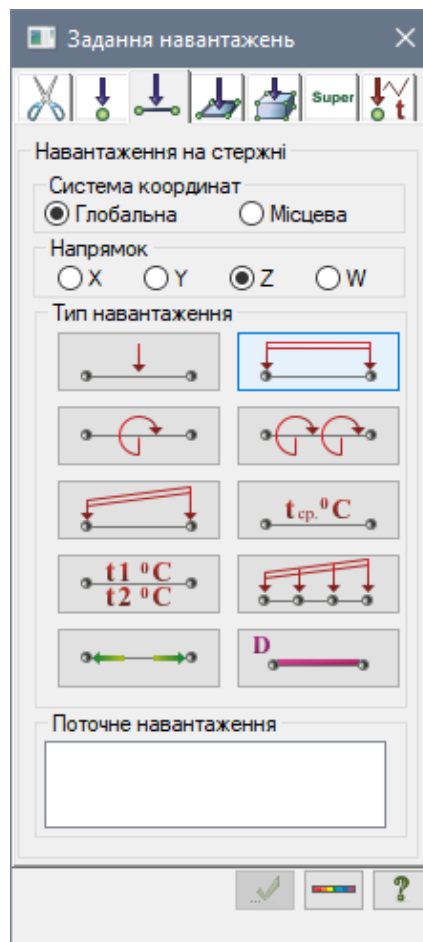

Рис. 12.21. Діалогове вікно **Задання навантажень**
- Після цього відкрийте діалогове вікно **Задання навантажень** на закладці **Навантаження на стержні** (рис. 12.21), вибрав команду  – **Навантаження на стержні** в розкритому списку **Навантаження на вузли та елементи** (панель **Навантаження** на вкладці **Створення та редагування**).